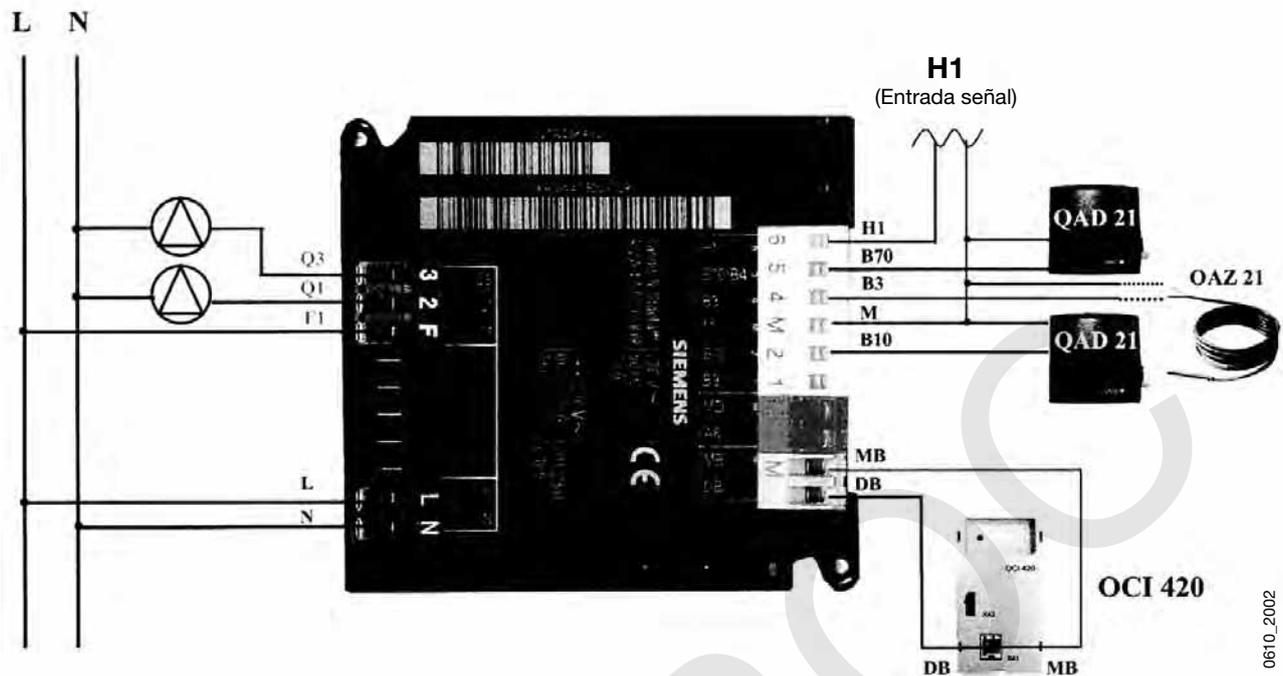

Figura 1
- Conectar los bornes con los respectivos terminales respetando los colores (ver figura 1).